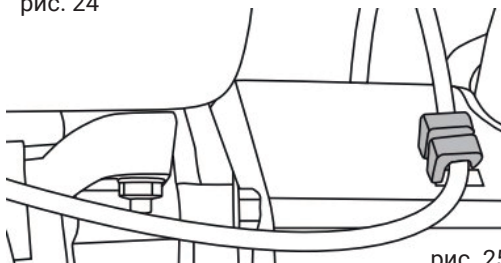

рис. 25
4. Присоедините провод управления приводом шнека к зажиму кабеля на защитной крышке ремня (рис. 25).